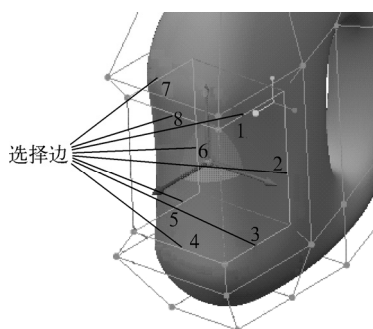
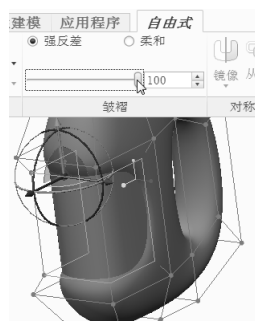

图 7-52 选择要“硬化”的边
图 7-53 将硬皱褶应用于选定边
20) 在选择过滤器下拉列表框中选择“边”选项，选择图 7-52 所示的相连边（选择其中一条边后，按住〈Ctrl〉键来选择其他边），接着从功能区的“自由式”选项卡的“皱褶”组中选择“强反差”单选按钮，拖动滑块将皱褶值设置为最大值，如图 7-53 所示，从而将硬皱褶应用于选定边。